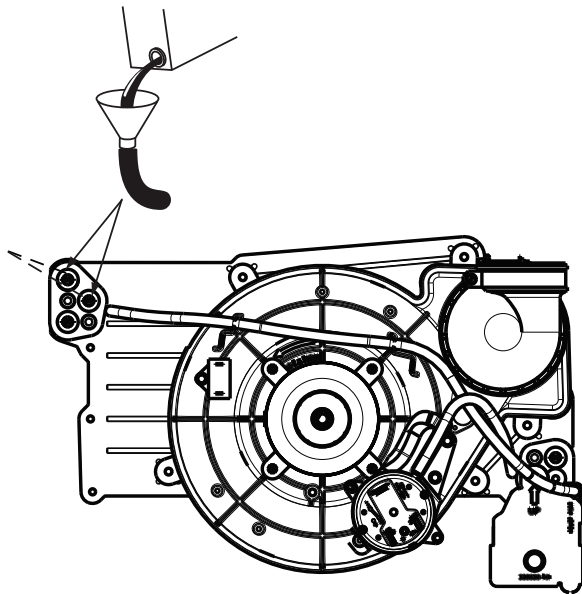

Fig. 61 – Amorçage du siphon de condensat
1. Retirez les bouchons de vidange central et supérieur de la boîte collectrice, à l'opposé du siphon de condensat. Consultez la Fig. 61.
2. Raccordez le tube de 16 mm (5/8 po) de diamètre intérieur, fourni sur place, accompagné de son entonnoir, au raccord d'évacuation supérieur de la boîte collectrice (consultez la Fig. 61).